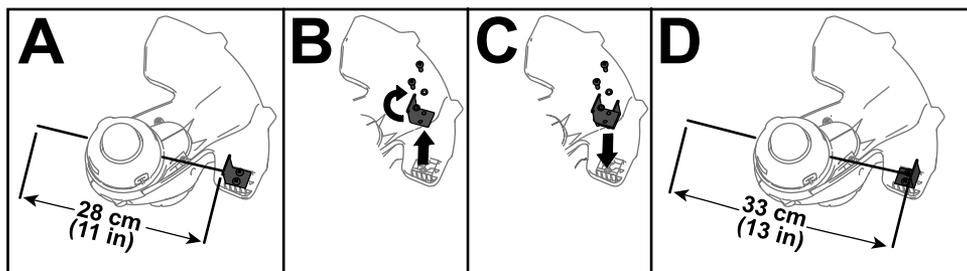

Figura 15
La desbrozadora viene de fábrica con una anchura de corte de 28 cm (11"), como se muestra en la **Figura 15, A**. Consulte las siguientes instrucciones para ajustar la anchura de corte a 33 cm (13"), como se muestra en la **Figura 15, D**.
1. Retire la pletina de anchura de corte del protector retirando los 2 tornillos y las 2 arandelas de freno que la sujetan (**Figura 15, B**), y gire la pletina de anchura de corte 180°.
2. Instale la pletina de anchura de corte girada en el protector usando los 2 tornillos y las 2 arandelas de freno que retiró anteriormente (**Figura 15, C**).